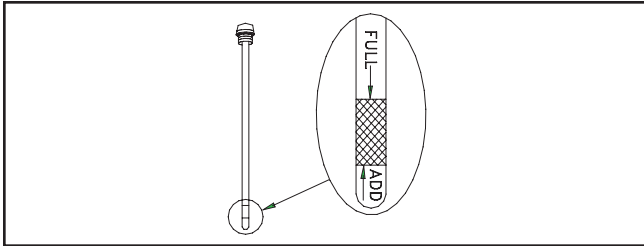

Figura 20 — Varilla
3. Compruebe que el aceite hasta la marca "Full" de la varilla de medición (Figura 20). Instale el varilla de medición, apriete firmemente.
5. Vierta lentamente unos 0,6 litros (20 onzas) de aceite por el orificio. Deposite el aceite recomendado hasta la marca "Full" de la varilla de medición (Figura 20).